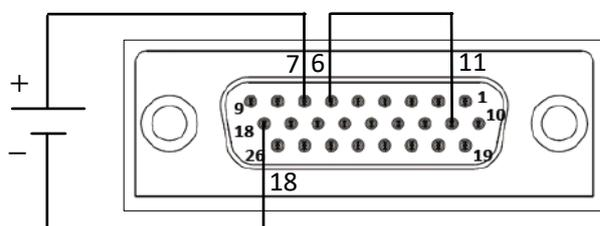

図3-7 外部電圧印加による出力電流のリモートアナログプログラミングの接続
2. 図3-7に示すようにJ1コネクタの配線を行い、ACパワースイッチをONにしてください。